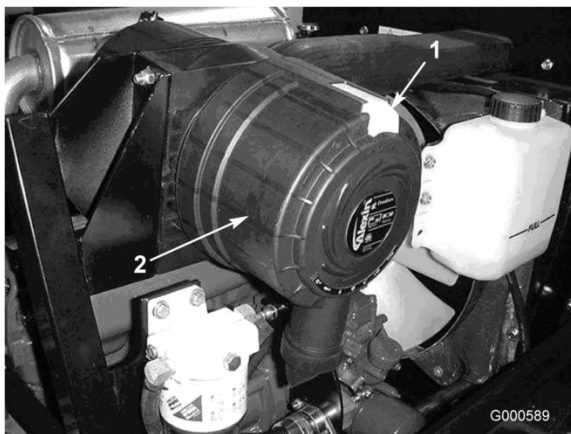

Figura 28
1. Puxe o trinco para fora e rode a cobertura do filtro de ar no sentido contrário ao dos ponteiros do relógio(Figura 28).